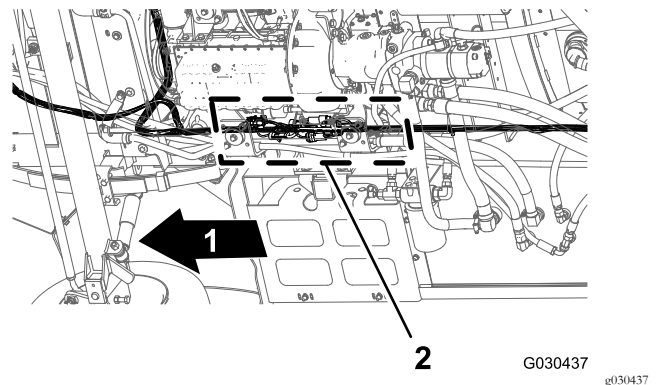

Bild 104
1. Suchen Sie an der Maschinenunterseite entlang des rechten Rahmenrohrs die elektrischen Anschlüsse für den vorderen und hinteren Kabelbaum der Maschine (Bild 104).